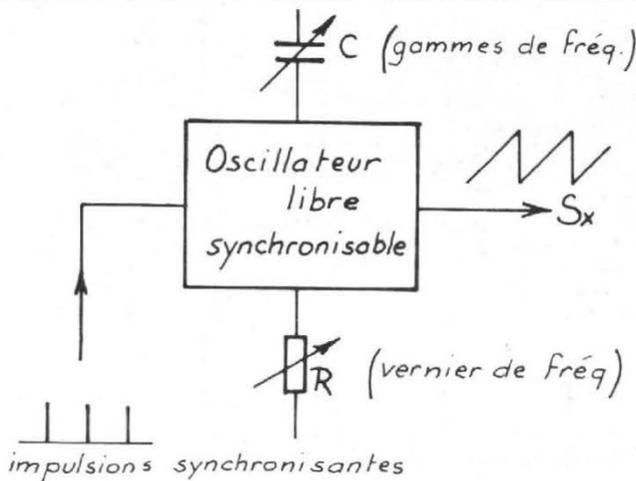

Fig. 9. - Base de temps relaxée.
Fig. 10. Mécanisme de la synchronisation dans le montage figure 9. Les impulsions synchronisantes provoquent un retour prématuré de la dent de scie; elles en réduisent l'amplitude en fonction de leur efficacité.
- La base de temps RELAXÉE. Voir figure 9.